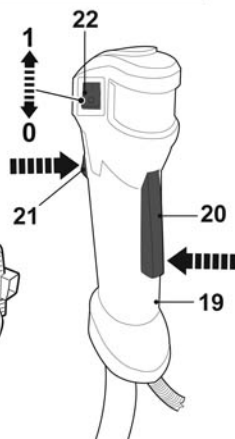

Fig. 23
- > Apăsați dispozitivul de blocare al declanșatorului [20] și clapeta de accelerație [21] (Fig. 23).
- > Apăsăți dispozitivul de blocare al declanșatorului [20] și clapeta de accelerație [21] (Fig. 23).